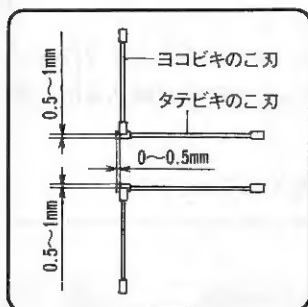

図 24
- (1) アジャストボルトを付属の両口スパナ(13mm)でゆるめます。
- (2) アジャストボルトを移動させて、図24の位置になるようヨコビキのこ刃を調整します。
- (1) ケーシング取付け上下2本のボルトを付属の両口スパナ（13mm）でわずかにゆるめます。
- (2) ソーカバーを動かして、図24の位置になるよう調整します。
タテビキのこ刃とヨコビキのこ刃は、図24のように調整してください。